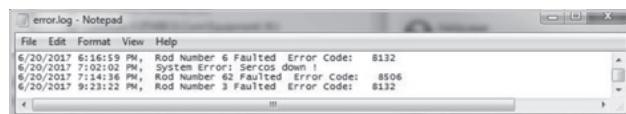
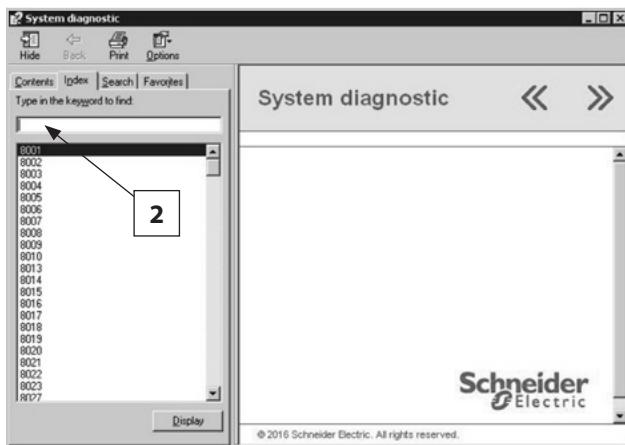

Figure 95
Figure 96
Le bouton du registre d'erreur ouvre une fenêtre du Carnet de notes avec une liste de toutes les erreurs dans le système (figure 95). Le système peut gérer plus de 500 erreurs (limite de mots de 500K).
Le bouton MANUEL ouvre l'écran de diagnostic de système (figure 96). Le diagnostic de système est utilisé pour inscrire manuellement un code d'erreur et diagnostiquer un problème. Le code d'erreur peut être lu dans le message de la fenêtre surgissante (figure 92) ou dans le registre d'erreur (Figure 95).
2. Dans l'onglet Index, inscrire le code d'erreur et appuyer sur Afficher (Figure 96).